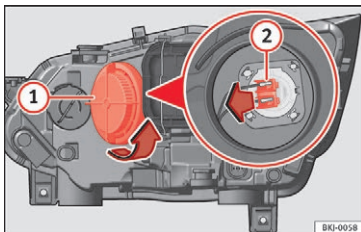

Fig. 109 I motorrummet: pære til fjernlys
- Drej afdækningen **1** mod venstre, og tag den af **» Fig. 109.**